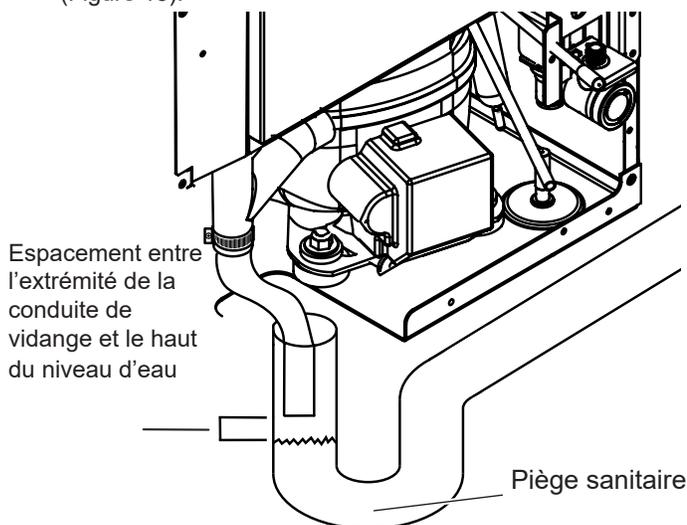

Figure 12: Exemple de drain ouvert.
- c. Votre conduite de vidange aboutit bien dans un drain ouvert (Figure 12).